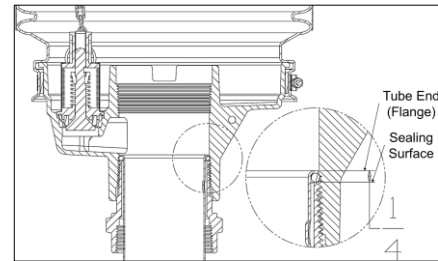

Figura 6
7. ¿Es (C) o (E) menor que 6-1/2"?
NO: La longitud total del tubo superior (D) es la distancia desde la parte inferior del tanque hasta la superficie de sellado 71SO (B) menos (X) más 1/4" menos 2" para el cierre inicial o más 1-1/2" para el cierre final (14" corresponde a la diferencia entre el extremo del tubo y la superficie de sellado, véase la Figura 6).
SÍ: La longitud total del tubo superior (D) es de 6-1/2" más la distancia desde la parte inferior del tanque hasta la superficie de sellado del 71SO (B) menos el número de la varilla medidora (Y) que corresponde al 100 % del volumen del tanque más 1/4" (1/4" corresponde a la diferencia entre el extremo del tubo y la superficie de sellado, véase la Figura 6).